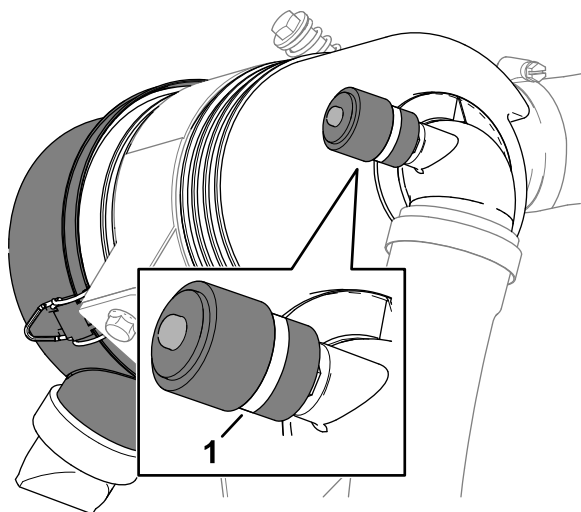

Figure 78
3. Vérifiez l'indicateur de colmatage au bout du boîtier de filtre à air (Figure 78).